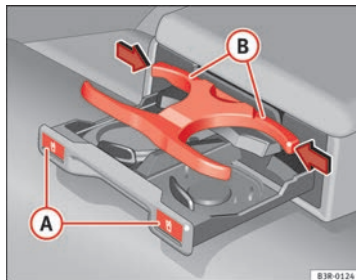

Fig. 121 Portabebidas en el reposabrazos trasero
- Pulse sobre el símbolo **A** ⇒ fig. 121.